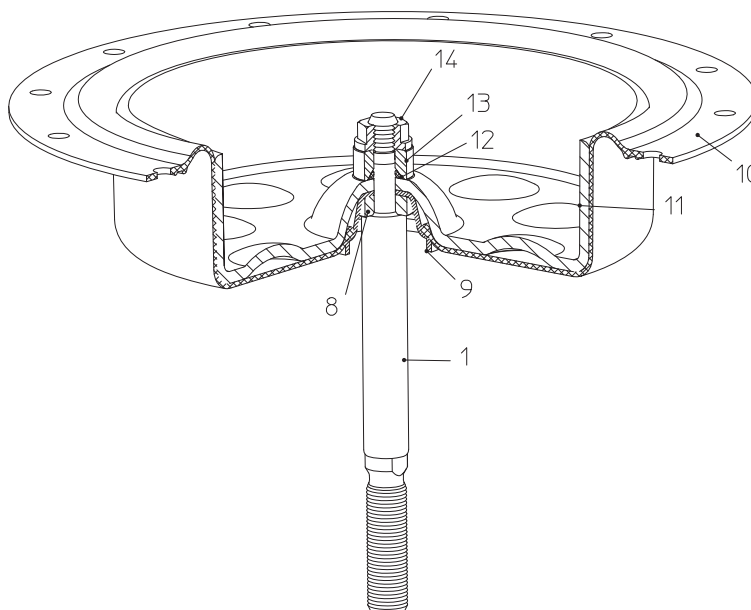
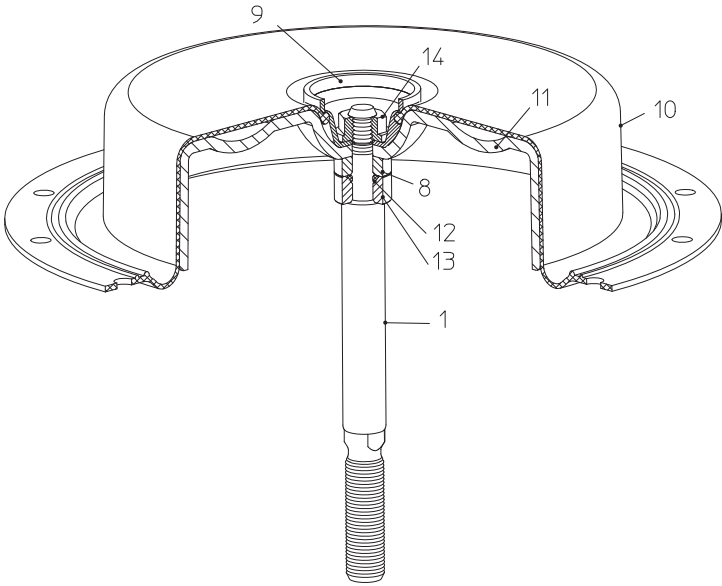
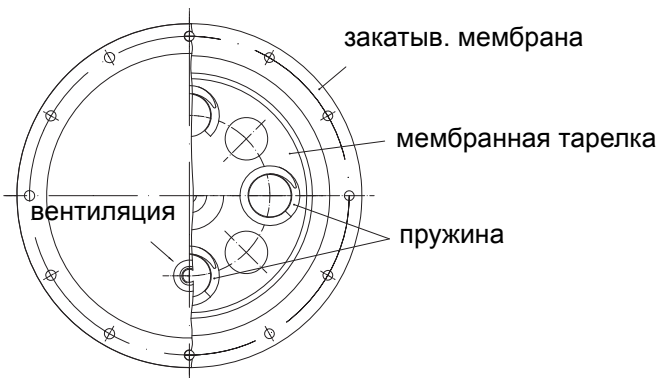

Рис. 21: „шпиндель привода выдвигается за счет силы пружины“
Рис. 22: „шпиндель привода втягивается за счет силы пружины“
Рис. 23
- При установке узла в привод с принципом действия “шпиндель привода выдвигается за счет силы пружины” выпуклость мембранной тарелки (11) должна располагаться на одной линии с отверстием в закатывающейся мембране (10) и находиться точно над воздушным патрубком в днище мембраны (7) (Рис. 21 и Рис. 23).
- При установке узла в привод с принципом действия “шпиндель привода втягивается за счет силы пружины” выпуклость мембранной тарелки (11) должна располагаться на одной линии с отверстием в закатывающейся мембране (10) и находиться точно над воздушным патрубком в кожухе мембраны (18) (Рис. 22 и Рис. 23).
- Установите пружины (15) в центрирующие элементы мембранной тарелки (11).
- Следите за правильной посадкой пружин! (см. Рис. 23!)
- Уложите кожух мембраны (18) на пружины (15) и закрепите винтами. (момент затяжки см. п. 8.1)
- Установите мембранную тарелку (11) и закатывающуюся мембрану (10) в кожух мембраны (18).
- Насадите днище мембраны (7) вместе с направляющей (3) на шпindelь (1) и закрепите винтами. (момент затяжки см. п. 8.1)